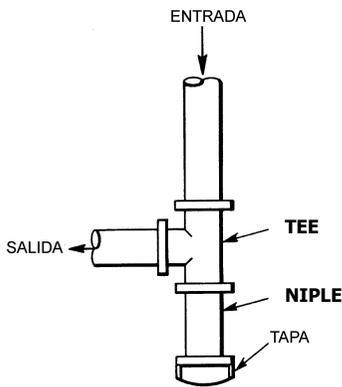

Fig. 8 - Trampa de Sedimentación
4. Instale una trampa de sedimento en el tramo vertical principal hacia la sección de calefacción (Fig. 8). Esto funciona como trampa para la suciedad y la condensación de agua.